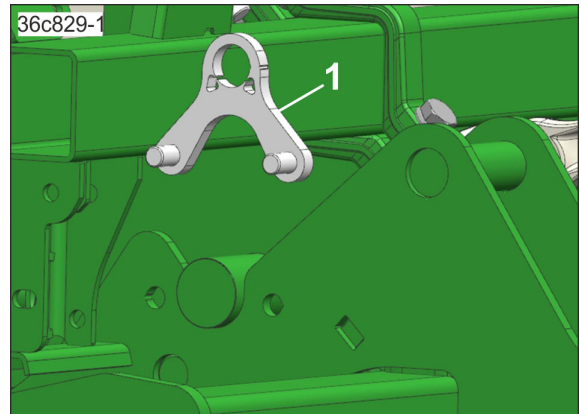

**Fig. 133**
6. Accrocher les conduites d'alimentation dans le système de rangement des tuyaux (Fig. 133).